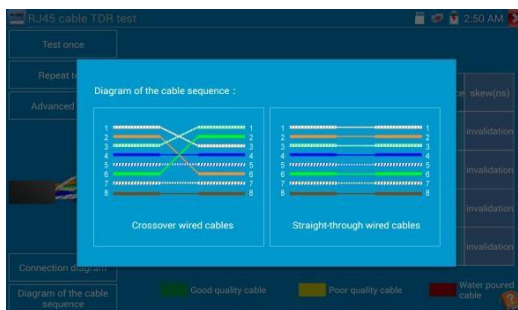

Рис. 105 Типы обжимки кабеля «витой пары»
- 2) «Типы обжимки кабеля» (Diagram of the cable sequence) показывает два варианта обжимки кабеля «прямой» и «кресовый» в виде схемы последовательности жил в кабеле, рис. 105